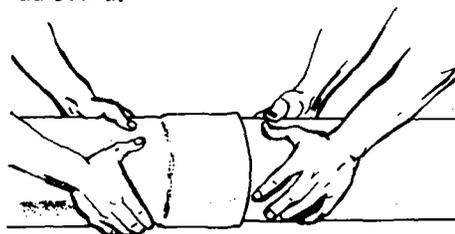

FIG. 5
b) Introduza o tubo até o fundo da bolsa, sem torcer (fig. 5).